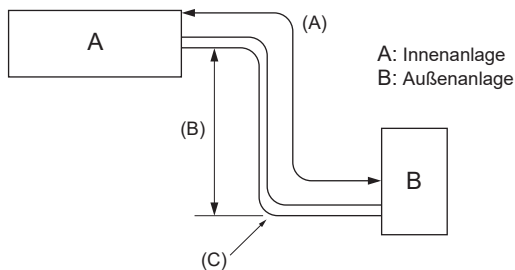

Abb. 5-1
5.1. Rohrleitung für Kältemittel (Abb. 5-1)